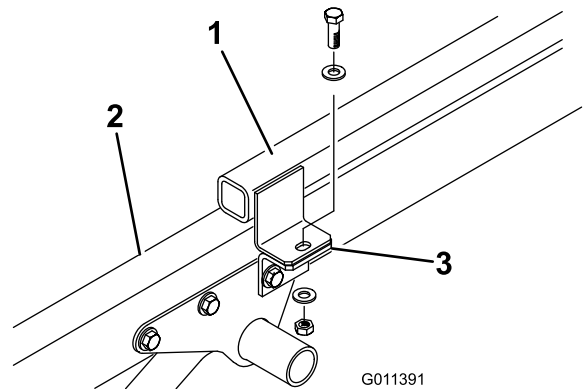

Figura 6
3. Retire el tornillo de caperuza, las 2 arandelas planas y la contratuerca que sujetan cada soporte de montaje a las pestañas del bastidor de enganche (Figura 6).